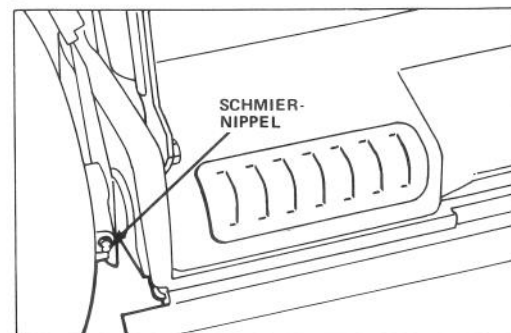

Bild 25
2. Hebel der Schnitthöheneinstellung am Hinterrad auf Stufe "C" stellen. Schmier-Nippel mit sauberem Tuch abwischen (Bild 25). Fettpresse ansteuern und vorsichtig 2 oder 3 Hub Mehrzweckfett auf Lithiumbasis einpressen.